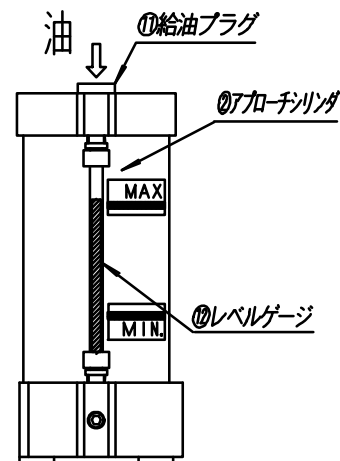

図9
- 19) 自動エア抜き用バルブ⑨のホースをバルブ側に取り付けます。
- 21) 油抜き用バルブ⑧が全閉になっているのを確認した後、アプローチシリンダ②の給油プラグ⑪を取り外します。(図9)
- 22) 作動油をレベルゲージ⑫のMax位置まで注入します。